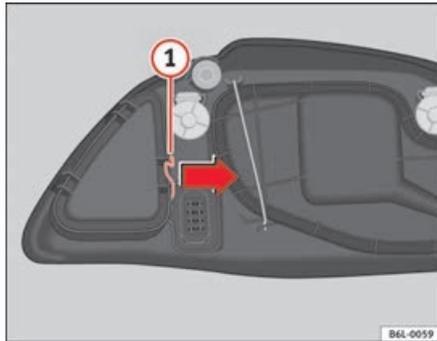

Fig. 157 Feu clignotant
- Déplacez le tirant ① ⇒ fig. 157 dans le sens de la flèche puis retirez le cache.